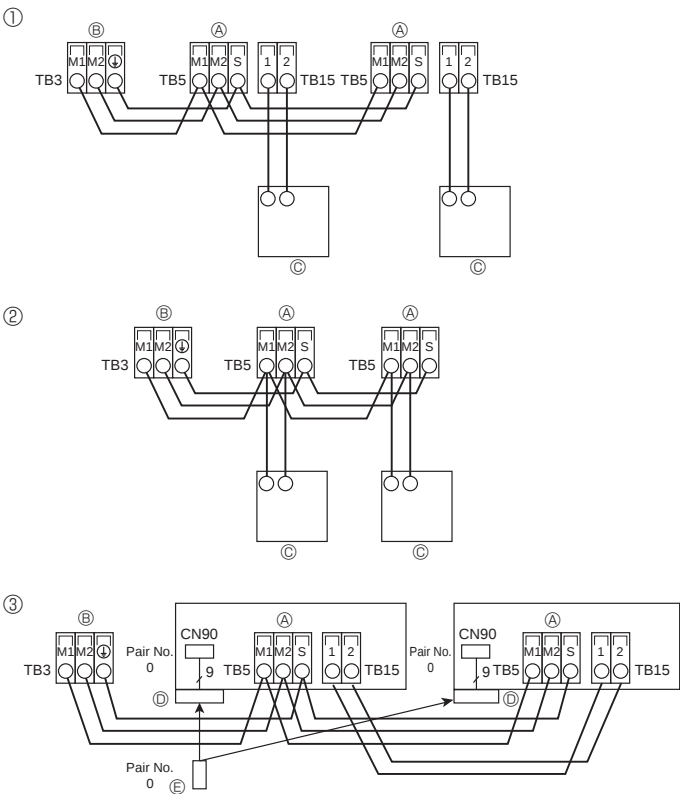

Fig. 6-3
6.3. Conectar los cables de transmisión del mando a distancia y de las unidades interior y exterior (Fig. 6-3)